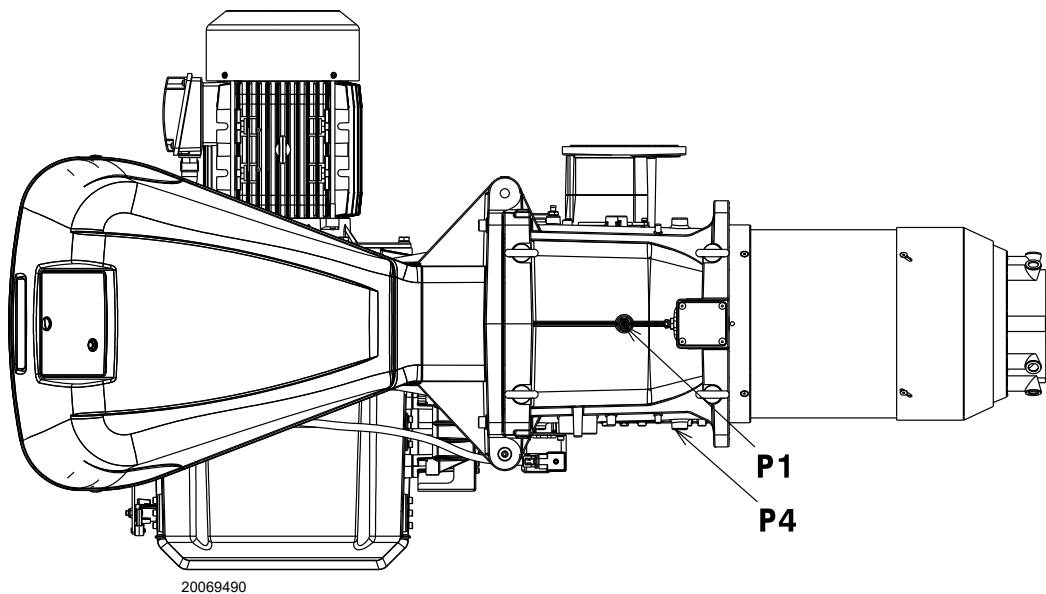

Abb. 26
Gasdruck, am Anschluss P1)(Abb. 26) gemessen mit:
- vom Gasdruck am Anschluss P1)(Abb. 26) den Druck in der Brennkammer abziehen.
Gasdruck am Anschluss P1)(Abb. 26) = 58,1 mbar
Um stattdessen den am Anschluss P1)(Abb. 26) notwendigen Gasdruck zu ermitteln, nachdem die Höchstleistung festgelegt wurde, bei der der Brenner arbeiten soll:
- Rechts, in Spalte 1, den Druck am Anschluss P1)(Abb. 26) ablesen.